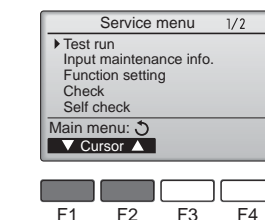

Fig. 7-1
- 1 Wählen Sie „Test run“ (Testlauf) aus dem Service-Menü, und drücken Sie die [AUSWAHL]-Taste. (Fig. 7-1)